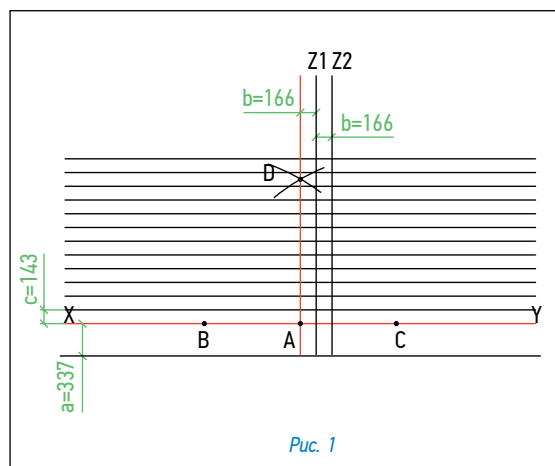

Рис. 1
1. Вдоль основания купола необходимо сделать вертикальную разметку. Для этого отметить точки через каждые 1000 мм (рис. 1 – точки А, В, С, ...);
### Разметка крыши (рис. 1)